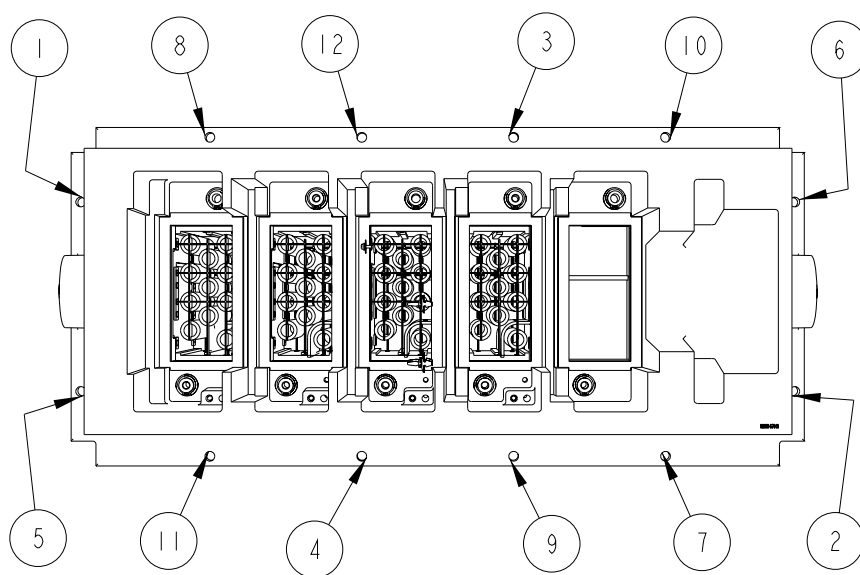

図 5.25 推奨するボルト締めの順序
6. パワーケーシングを交換するとき、外部フランジの各ボルトは最初、緩めに取り付けてください。その後、1つのフランジを締めたら、次は反対側のフランジを締めるという要領で、モジュールが均等に固定されるように交互に締め込みます。パワーケーシングのボルトを締め込むときに推奨される順序を、図 5.25 に示します。